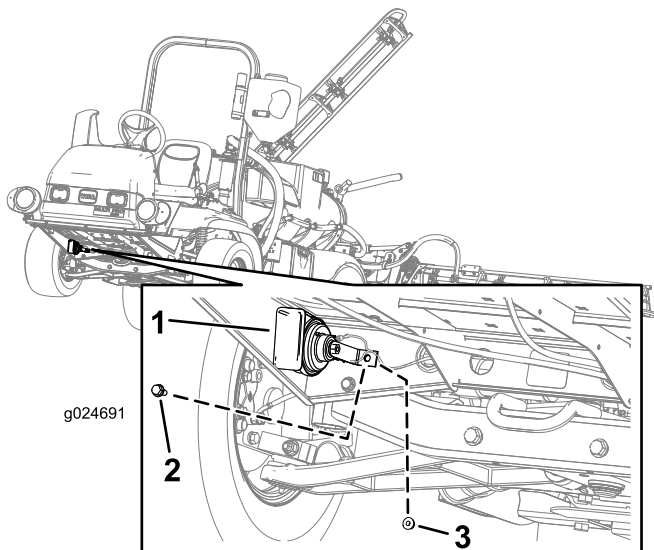

Figura 21
3. Alinee el orificio de la pata corta del soporte de 90° con el orificio en el travesaño de la plataforma trasera (Figura 21).
4. Monte el soporte de 90° en el travesaño de la plataforma con el tornillo con arandela prensada (5/16" x 3/4") y la contratuerca con arandela prensada (5/16"), tal y como se muestra en la Figura 21.